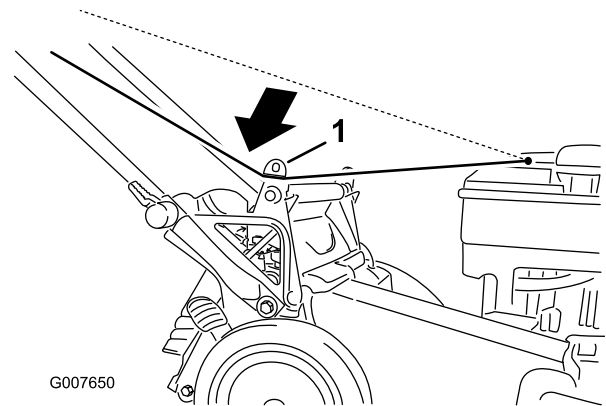

Bild 25
1. Verlegen Sie das Starterkabel um die untere Kabelführung (Bild 25).